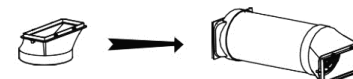

Fig. 1
1. Fixați capătul cu fantă la capătul furtunului întinzând capătul și rotindu-l până ce nu va fi fixat rigid (cel puțin 3 rotații complete) (Fig. 1).